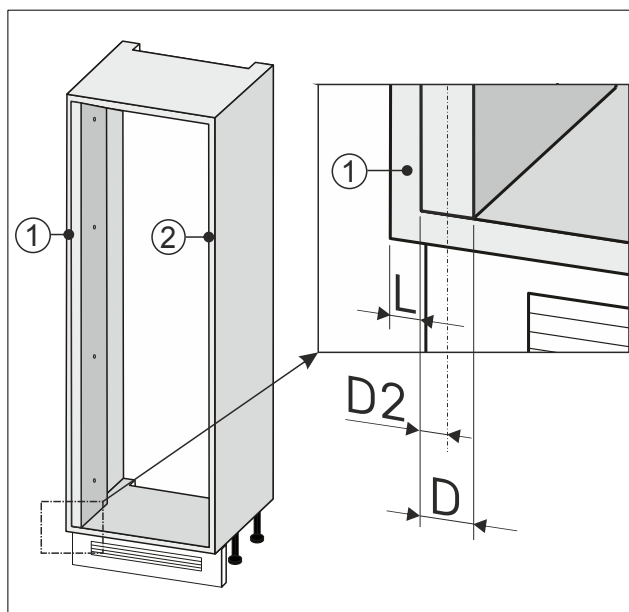

Fig. 88
- Noter la demi-largeur Fig. 88 (D2) du rattrapage de paroi.